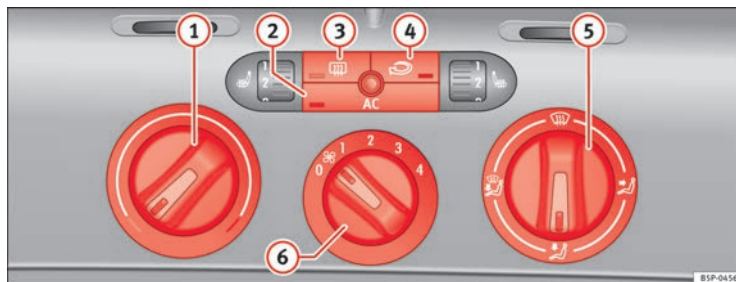

Abb. 126 In der Instrumententafel: Bedienelemente der Climatic
- Mit den Reglern ⇒ Abb. 126 ① und ⑤ und mit dem Schalter ⑥ stellen Sie die Temperatur, die Luftverteilung und die Gebläsestufe ein.
- Drücken Sie die jeweilige Taste ②, ③ oder ④, um eine Funktion ein- oder auszuschalten. Bei einer eingeschalteten Funktion leuchtet die Kontrollleuchte unten an der Taste auf.
① Temperaturregler ⇒ Seite 164.
② Taste **AC** – Klimaanlage ein-/ausschalten ⇒ Seite 164
③ Taste – Heckscheibenbeheizung. Etwa *20 Minuten* nach dem Einschalten wird die Beheizung automatisch ausgeschaltet. Sie lässt sich vorzeitig durch Drücken der Taste ausschalten.
④ Taste – Umluftbetrieb ⇒ Seite 165
⑤ Luftverteilungsregler ⇒ Seite 164.
⑥ Gebläseschalter. Der Luftstrom ist in vier Stufen einstellbar. Das Gebläse sollte bei langsamer Fahrgeschwindigkeit immer auf der niedrigsten Stufe mitlaufen. ▶
- Schalten Sie die Klimaanlage mit der Taste ⇒ Abb. 126  ein.